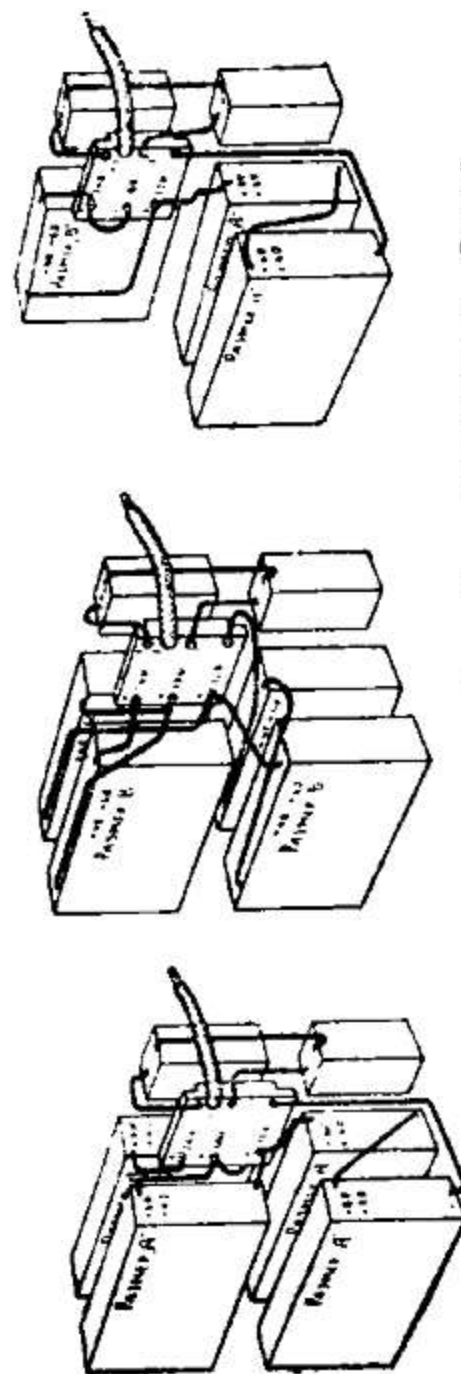

Рис. 11. Схема соединения батарей в радиостанции «Север»
4. При смене батарей питания следует строго придерживаться схемы соединения батарей (рис. 11), так как при неправильном включении можно пережечь лампы.
Схемы соединения анодных батарей при четырех батареях и при трех батареях показаны на рис. 11.